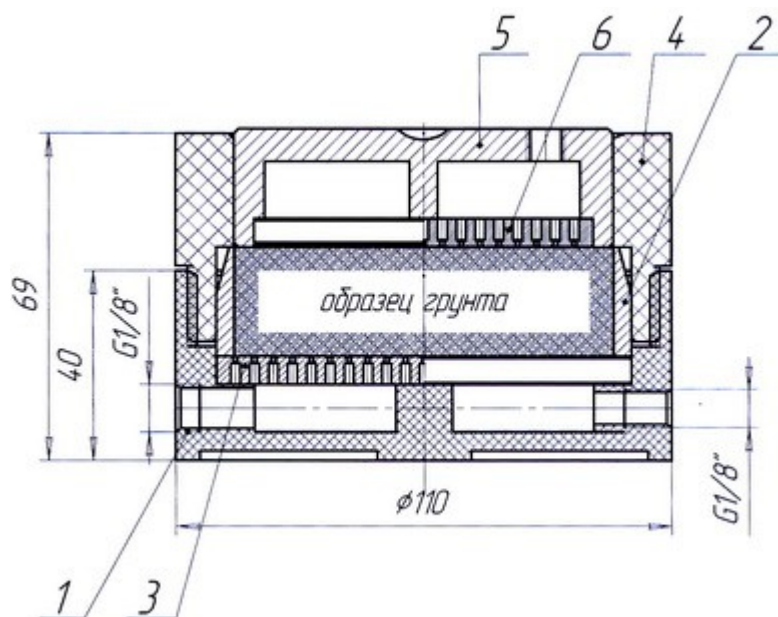

Рис. 4
5.3. Корпус одометра разъёмный, он состоит из днища поз.1. (Рис. 4) и гильзы поз. 4.
- 7.3. Определите тарировочную поправку в расчёте деформации груза, с помощью тарировочного вкладыша. Размеры вкладыша см. Приложение 1. Приложите к торца тарировочного вкладыша кружки из влажной фильтровальной бумаги, соберите одометр, вставив в кольцо компрессионное поз. 2 (Рис. 4), вкладыш с фильтрами. В углубление штампа установите шарик. Совместите шарик с выемкой на рейке верхней поз. 3 (Рис. 1)
- 8.1. Компрессионное кольцо поз. 2 (Рис. 4) поставьте острым краем на часть монолита и острым ножом удалите лишний грунт с таким расчётом, чтобы кольцо вдавливалось в грунт с небольшим усилием. Срезывание грунта следует проводить тонким слоем, начиная сверху, при этом не допускается перекося кольца. Во избежание смятия или разрушения образца, необходимо следить, чтобы давление на грунт не было чрезмерным.